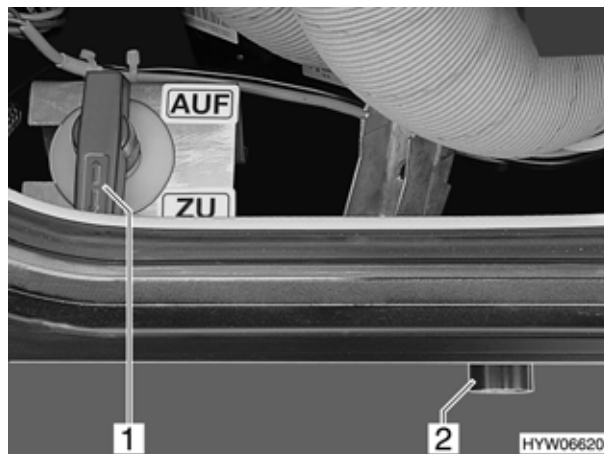

Fig. 96 Leva di comando e tubo di scarico del serbatoio delle acque grigie
Per lo smaltimento delle acque grigie, sul lato sinistro del veicolo, nel ripiano del riscaldamento Trumatic C, sono installati un rubinetto di scarico e un tubo di scarico (Fig. 96,2) per il tubo flessibile delle acque grigie. Il tubo di gomma per lo scarico (di serie) è posto nel vano portabombole e può essere usato come prolunga fissandolo al tubo di scarico.
- Per aprire il rubinetto di scarico ruotare la leva di comando (Fig. 96,1) di un quarto di giro in senso antiorario. Leva di comando è in posizione orizzontale.